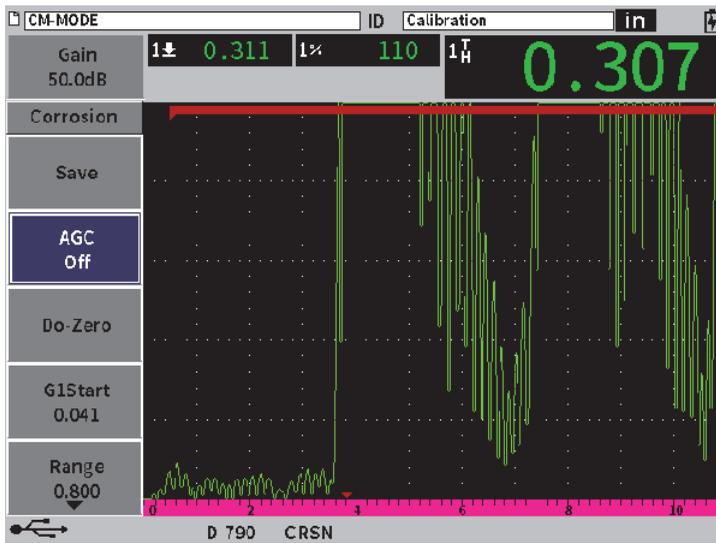

Figure 11-38 CAG désactivé en mode précision
2. Faites tourner la molette de réglage pour régler **CAG** sur **Désactivé** (voir Figure 11-38 à la page 226).